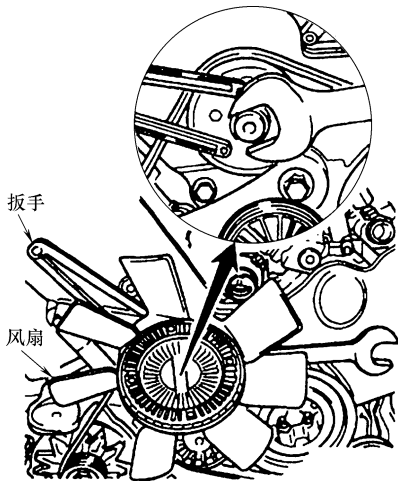

图 1-25 拆卸粘液驱动冷却风扇
- 6) 拆卸粘液驱动冷却风扇，拆下粘液驱动风扇护罩，用扳手固定住粘液驱动风扇的带轮，顺时针转动，拆下粘液驱动冷却风扇，如图 1-25 所示，粘液驱动风扇为左旋螺纹。